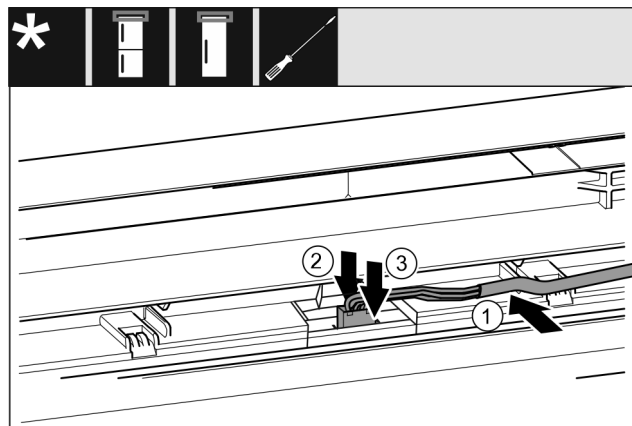

Fig. 63 Комбинация из холодильных и морозильных агрегатов / морозильные агрегаты / холодильные агрегаты\*
- ▶ Вставьте кабель Fig. 63 (1) в направляющую в верхней двери.\*
- ▶ Прижмите защелку Fig. 63 (2) назад.\*
- ▶ Зафиксируйте штекер Fig. 63 (3)\*.